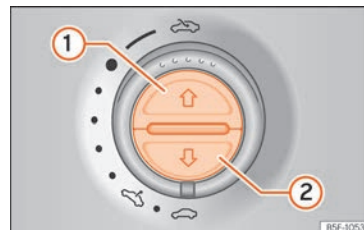

Fig. 112 Dans le ciel de pavillon : touches du store pare-soleil.
- Appuyez brièvement sur la touche » fig. 112 ①.
- Store pare-soleil* : dans les 5 secondes à partir de l'activation de la fonction anti-pincement, appuyez sur la touche » fig. 112 ② jusqu'à ce que le store se ferme complètement.